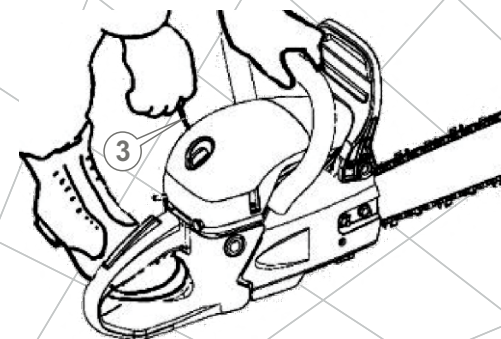
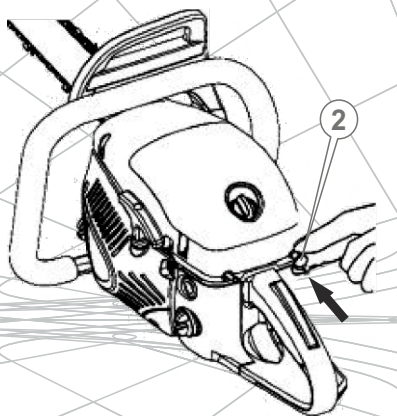

Рис. 15
Рис. 17
6. Установите бензопилу на ровной поверхности. Удерживайте изделие, как показано на рисунке (см. рис. 15).
- Приведите в действие стартер двигателя: вначале осторожно потяните на себя рукоятку стартера (3) (см. рис. 15), пока не ощутите сопротивление. Ощувив сопротивление, верните рукоятку в исходное положение, а затем резко потяните на себя рукоятку стартера. Пропеделайте данную процедуру 2-3 раза, пока двигатель не начнет «схватывать». Как только двигатель начнет «схватывать», остановите процесс запуска бензопилы и сразу же откройте воздушную заслонку карбюратора, установив ручку заслонки в исходное положение (см. рис. 17).